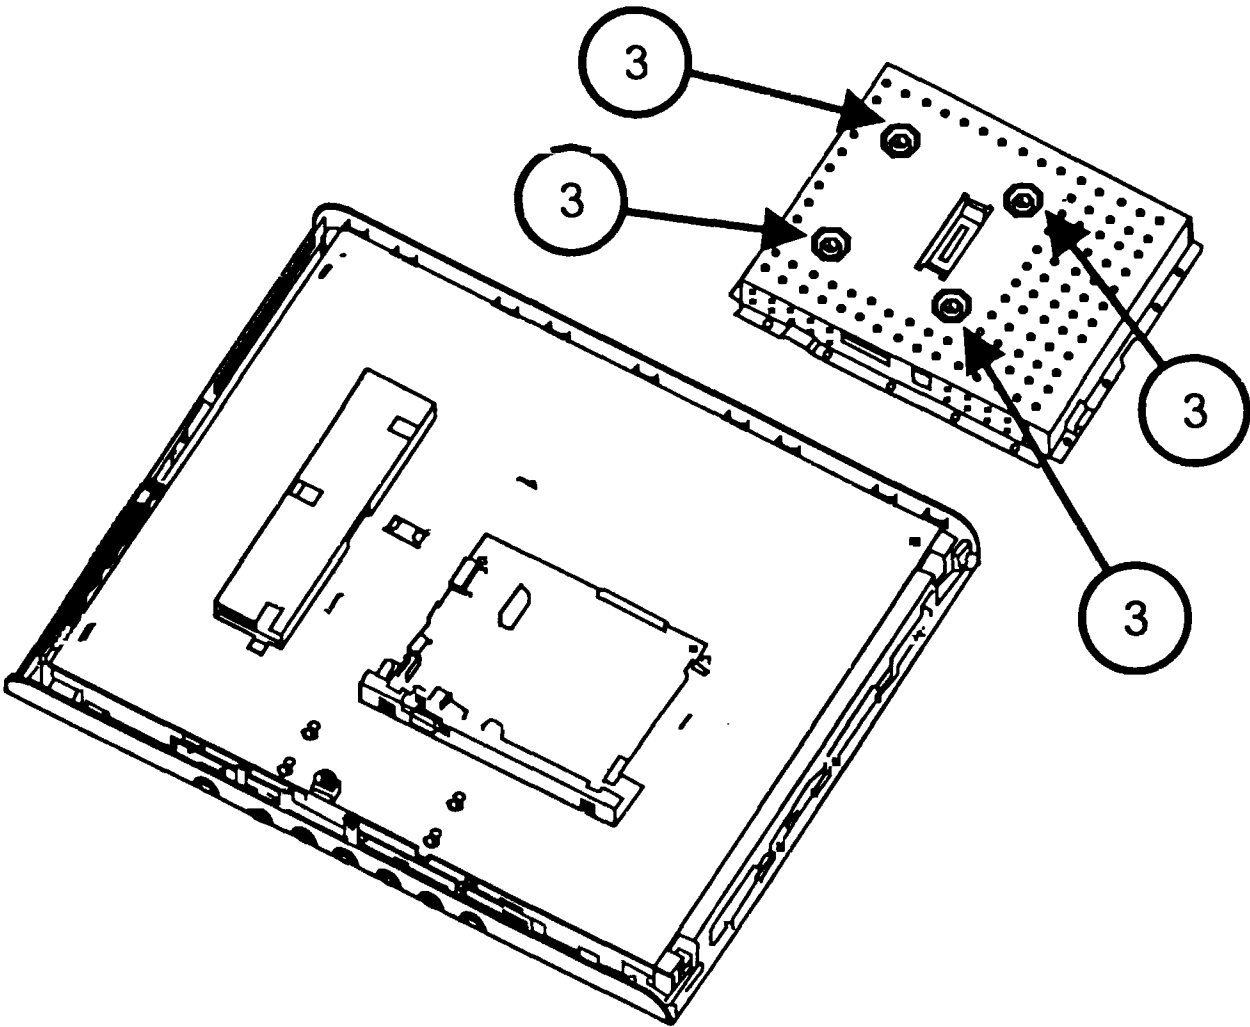

Рис. 2.2
3. Выкручивают четыре винта 3 (рис. 2.2) и снимают защитный металлический экран.